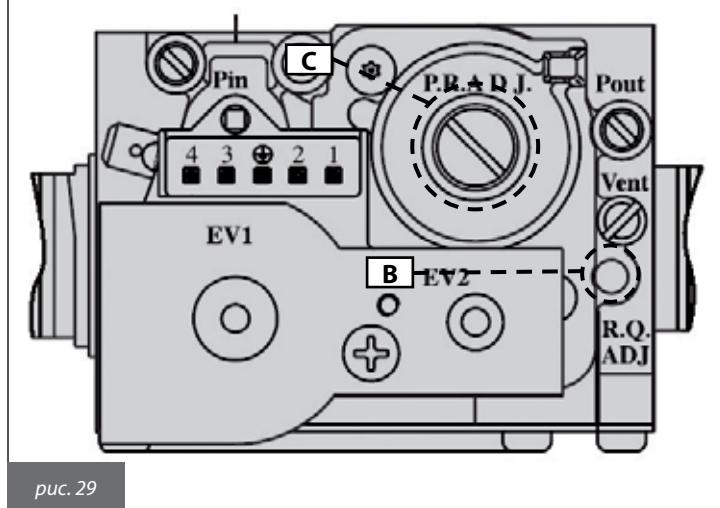

рис. 29
- Удостовериться, что комнатный термостат (опция), если таковой имеется, включен (ON).
- Отрегулировать уровень содержания углекислого газа (CO_2) в дымовых газах с помощью соответствующего регулятора В (рис. 29) удостовериться, что его величина находится в пределах, указанных в таблице 16. Не выключая режим «трубочист», перейти к следующему этапу — регулировке минимальной мощности.
- Отрегулировать уровень содержания углекислого газа (CO_2) в дымовых газах с помощью соответствующего регулятора offset C (рис. 29) и удостовериться, что его величина находится в пределах, указанных в таблице 18.